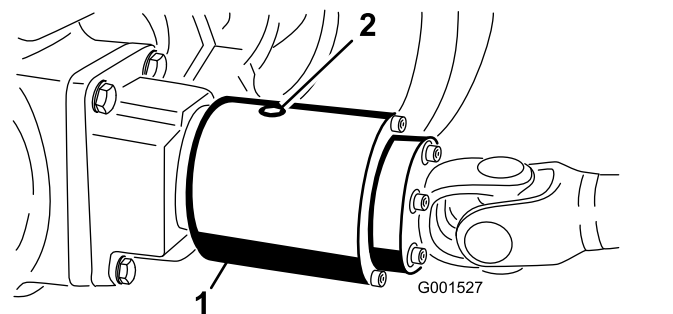

Figura 63
- Gire el embrague (Figura 63) hasta que el tapón de verificación esté en la posición de las 4.